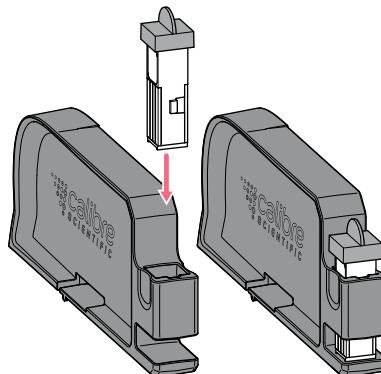

Abb. 5-3: Elektroporationsküvette einsetzen
6. Elektroporationsküvette mit der Kunststoffnase nach hinten in die Küvettenaufnahme des Einschubs stecken (Abb. 5-3 auf S. 42).